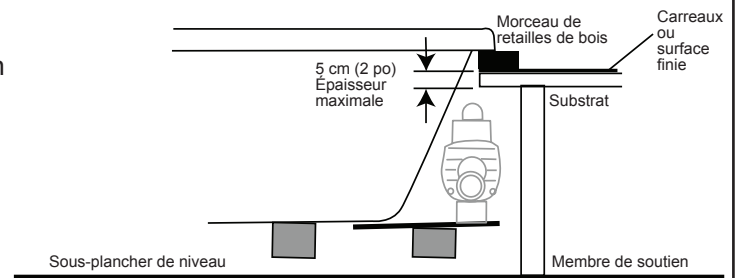

Figure 10
- 8 Installez l'unité en insérant l'extrémité du bloc pompe/moteur en premier, en abaissant la baignoire dans l'ouverture, comme dans l'illustration (figure 10).